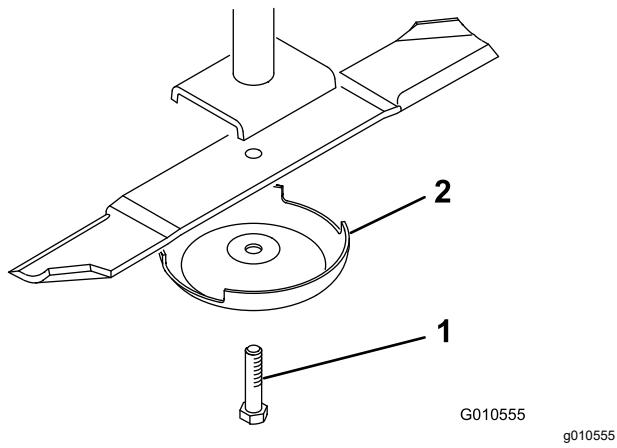

图 30
- 使用抹布或厚垫手套抓住刀片的端部。卸掉刀片螺栓、防刮罩并从锭轴上取下刀片(图30)。